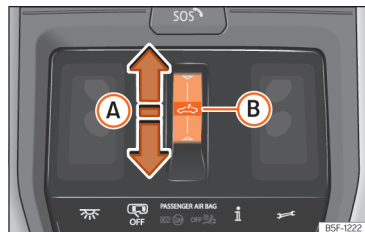

Abb. 85 Im Dachhimmel: Bedienelement für Panorama-Schiebedach.
- Automatische Bewegung: Den Finger nach hinten über den Funktionsbereich **>>> (Abb. 85) (A)** ziehen.
»» [Abb. 85] ⚠ ziehen und gedrückt halten bis das Dach vollständig geschlossen ist.